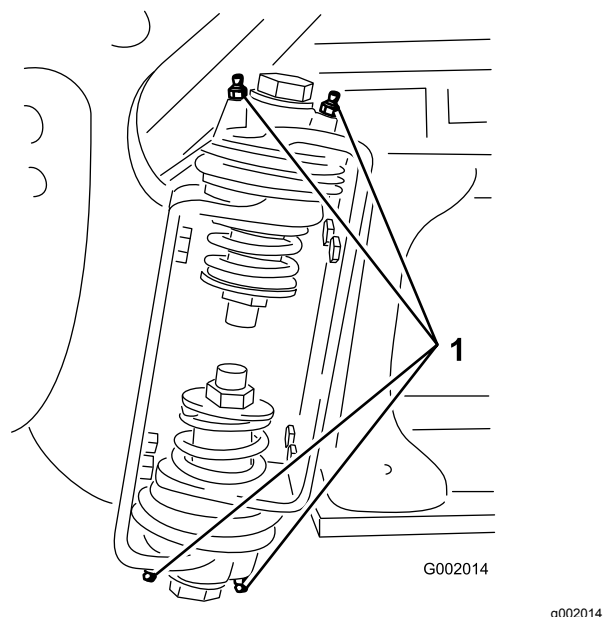

Figura 63
2. Introduza massa lubrificante no rolamento ou casquilho de cada união (Figura 63).